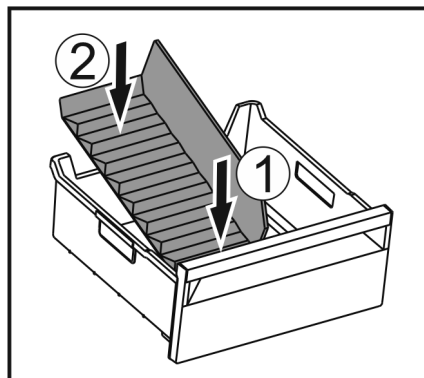

Fig. 154
- Installer la partie avant du séparateur de congélateur. Fig. 154 (1)
- Abaisser la partie arrière du séparateur de congélateur jusqu'au fond du tiroir. Fig. 154 (2)